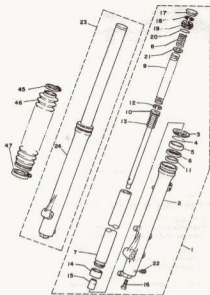

Bild 180
Alle im folgenden Text erwähnten Teilenummern beziehen sich auf Bild 180. Vor Beginn der Arbeit sollte dieses Kapitel bis zum letzten Arbeitsschritt durchgelesen worden sein, um Fehlern vorbeugen zu können.
Anzugsdrehmoment 20 Nm, vergleiche Teil 16 in Bild 180.
- 1 Gleitbuchse, Teil 11 in Bild 180 2 Hilfswerkzeug nach Bild 56.13
- 1 Gabelstandrohr, Teil 7 in Bild 180
3 Wellendichtring, Teil 5 in Bild 180
5 Distanzring, Teil 6 in Bild 180
6 Gabelgleitrohr, Teil 2 oder 24 in Bild 180
2 Staubdichtung, Teil 3 in Bild 180
3 Federstahlschlip, Teil 4 in Bild 180